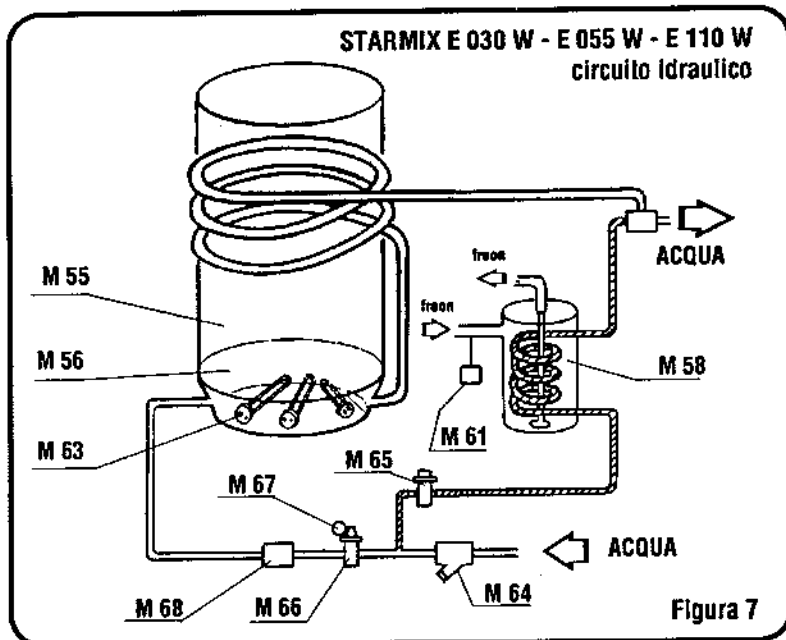

Figura 7
- Nel caso il pastorizzatore venga installato a valle di un economizzatore, aprire la valvola pressostatica (**M 65**) (vedi figura 7), ruotando completamente la manopola in senso orario.
Riscaldamento (Figura 7)